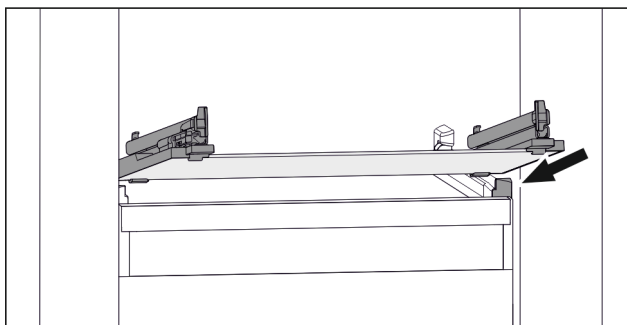

Fig. 163 Exemple de représentation de la tablette en verre
- ▶ Placer la tablette en verre, en l'inclinant, derrière les butées. (voir Fig. 163)